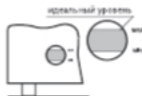

Рис. 2. Индикатор уровня масла
4. Проверьте наличие масла в насосе. Уровень масла должен находиться на отметке **"MAX"** индикатора уровня масла (см. рис. 2).